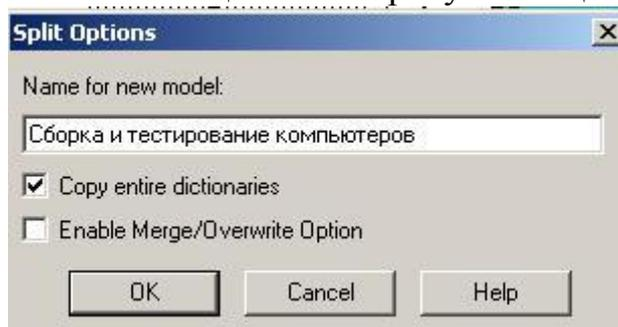

Рис.1. Диалог Split Option
3. В диалог Split Option внесите имя новой модели «Сборка и тестирование компьютеров», установите опции как на рисунке и щелкните по ОК Рис.1.